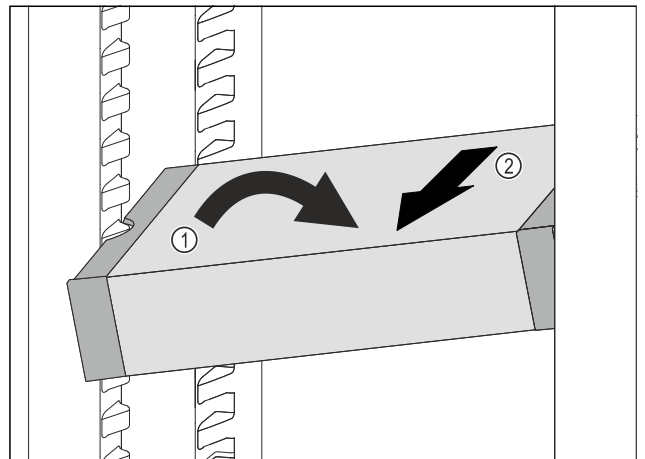

Fig. 111
- ▶ VarioSafe im Kühlteil schräg stellen. Fig. 111 (1)
- ▶ VarioSafe nach vorne entnehmen. Fig. 111 (2)